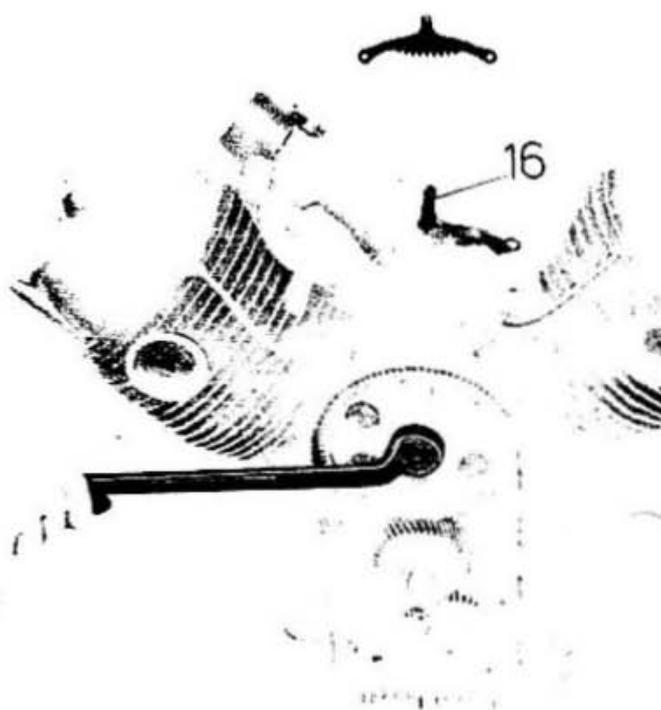

Fig. 11
- l'ingranaggio distribuzione a mezzo attrezzo n. 12911801 (16 di fig. 11) e chiave ad occhio, levare il dado che lo fissa all'albero a camme;